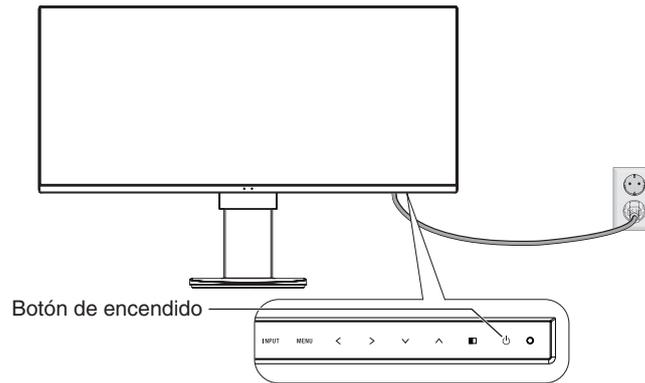

Figura E.1
8. Encienda el ordenador y el monitor tocando el botón de encendido situada en la parte frontal (**figura E.1**).